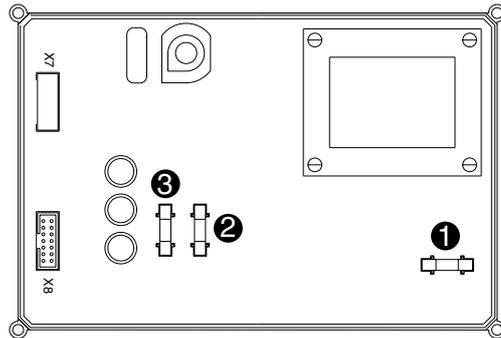

fig. 5
- ad alcuni dei pannelli di comando manca l'alimentazione elettrica (display spenti)	- verificare ed eventualmente sostituire il fusibile I (rif. fig. 5)
- verificare ed eventualmente sostituire i fusibili (rif. part. 1, 2, e 3 fig. 5)